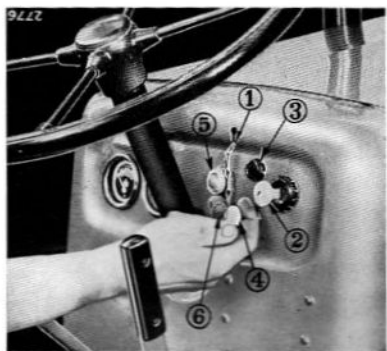
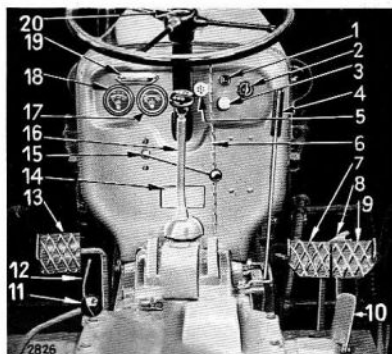

Bild 9. Startreglage
Bild 12. Instrument och reglage
För fram motorns gasreglage (15, bild 12) till max.-läget. Skjut in nyckeln i strömbrytaren (2, bild 9) så långt den går, så att kontrollampen tänds (3).
Drag ut glödstartreglaget (4, bild 9) till första spörläget och håll det där 15–20 sekunder. Indikatorlampan (5) visar om systemet fungerar.
Om gasreglaget (15, bild 12) ställs in i ett läge, håller det sedan motorvarvet konstant, oavsett belastningsvariationer. Dessutom är traktorn försedd med en gaspedal (10), som används vid landsvägskörning.
När kraftuttagets manöverspak (12, bild 12) står i sitt bakre läge, är kraftuttaget inkopplat, och när den står
Spaken för manövrering av differentialspärren sitter på vänstra bromstrumman. Se 11, Bild 12. När spärren skall användas, trampas kopplingspedalen ned, varefter spaken dras upp och hålls i detta läge medan kopplingspedalen släpps upp igen. När spaken släpps, går spärren automatiskt ur ingrepp.